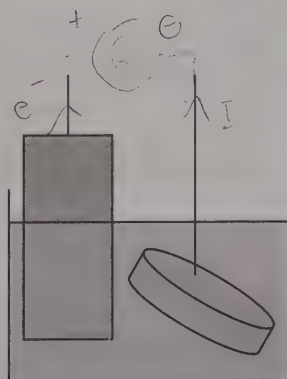

Figure 2
① On remplace une électrode de cuivre par une bague en métal conducteur que l'on veut recouvrir de cuivre.
3. En déduire le sens des électrons, le sens du courant et la polarité dans le montage puis compléter la figure 2 en annexe.
② L'électrolyse fonctionne pendant une heure à une intensité constante $I = 400 \text{ mA}$.